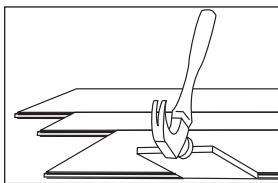

Figura 11
- Puede ser necesario alinear el producto con una pieza recortada de desecho como se ilustra (Figura 11) - Conserve bajo el ángulo de la pieza de desecho para evitar dañar el borde.